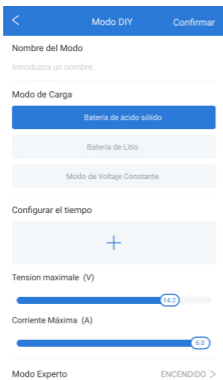

Figura 3.3.2
3. Toque modo de agregar, usted verá la siguiente pantalla. Aquí puede elegir el tipo de batería, reservar el tiempo de carga y ajustar el voltaje y la corriente de carga máxima. (Consulte la Figura 3.3.2)